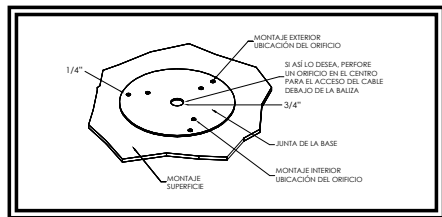
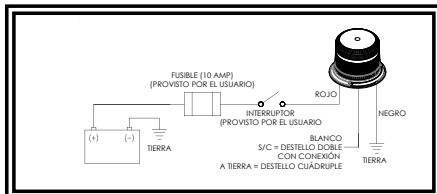

Figura 1
Figura 3
**Montaje permanente:** Seleccione la ubicación deseada sobre una superficie plana para realizar el montaje de la baliza estroboscópica. La visibilidad del flash estroboscópico y la facilidad de acceso al cableado deben tenerse en cuenta en la selección de la ubicación de montaje. Usando la junta de la base como plantilla, marque las ubicaciones de los tres orificios de montaje (vea la figura 1). Perfóre los orificios usando el tamaño correcto de mecha para que coincida con el herraje. Se puede perforar un cuarto orificio para el acceso del cable según se muestra en la figura 1, o bien, lo cables pueden pasar por la ranura de la base para acceso externo. Conecte los cables de alimentación como se indica en la sección de cableado (vea la figura 3).
El cableado del estroboscopio es el que se muestra en la figura 3 a continuación. Todo el cableado debe ser como mínimo 18 AWG. La línea positiva debe tener un fusible de 10 amperes. Se puede utilizar un interruptor para controlar la función de encendido/apagado. **Nota:** Se debe desconectar la alimentación al cambiar los modos de intermitencia.